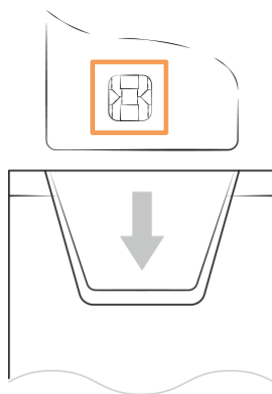

Рисунок 3 – Считыватель и смарт-карта
1. Вставьте смарт-карту до упора в картоприёмник считывателя (микросхемой вперёд и вниз) (рисунок 3);